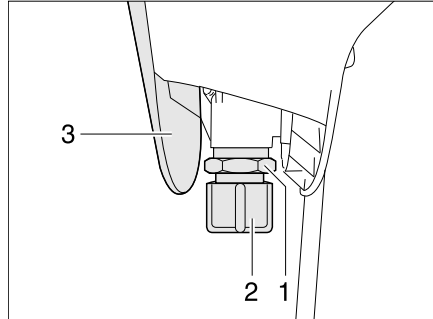

Bild 162 Ventil Vakuum-Toilette
- Abdeckung (Bild 162,3) entfernen.
- Verschlusskappe (Bild 162,2) abschrauben.
- Geeignetes Gefäß unter das Ventil (Bild 162,1) stellen.